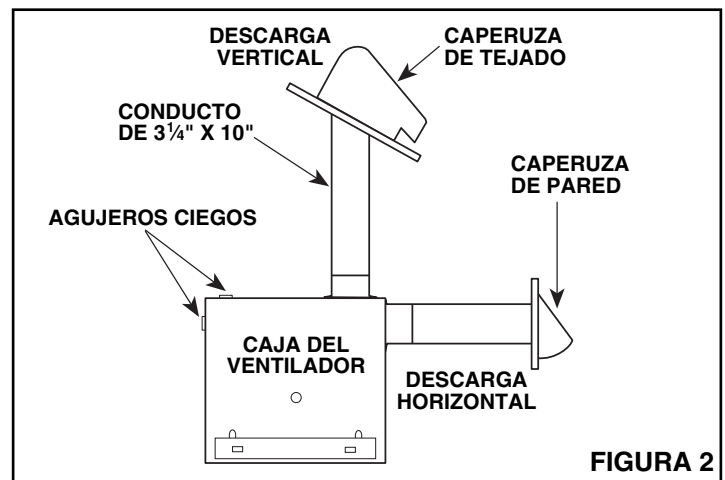

FIGURA 2
- Refiérase a la Figura 2.** En esta unidad el conducto se puede colocar para descarga vertical u horizontal. Determine el método de descarga que se utilizará.
3. **Refiérase a la Figura 2** y a las instrucciones para el montaje incluidas con las caperuzas. Instale el conducto estándar de 3¼" x 10" desde la sección del regulador de tiro hasta la pared exterior o a través del tejado y monte la caperuza de pared o tejado (opcional).
CABLEADO Y CONDUCTO – Refiérase a la **Figura 6** para el cableado y a la **Figura 2** para el conducto.